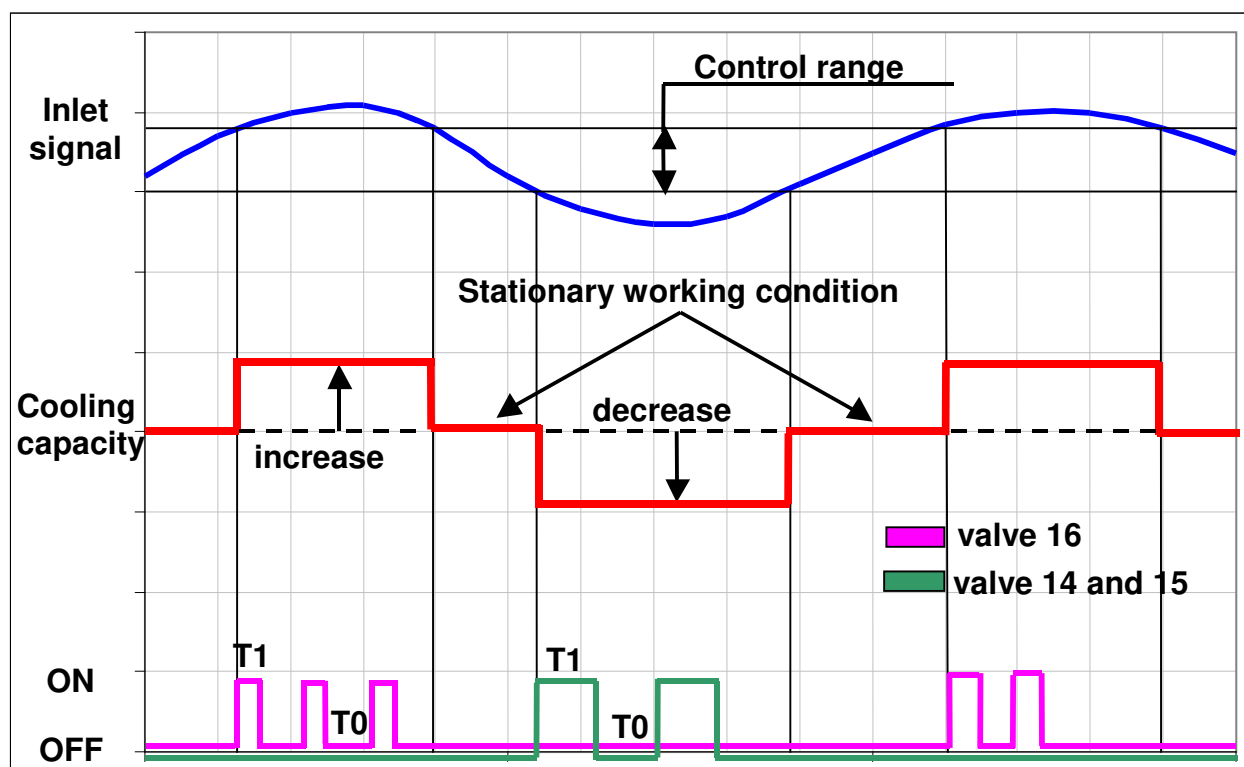

Рисунок 3-S: логика плавного регулирования производительностью;
Со ссылкой на рис. 3-S мощность поставленного компрессора контролируется с помощью контрольного устройства, что, связано с вариантами изменения нагрузки, необходимой пользователю, открывая электромагнитные клапаны (14), (15) и (16), описанных выше. В частности, эти клапаны могут быть активированы импульсными сигналами входного сигнала механизма управления, выбранный параметр должен быть чувствителен к изменению нагрузки необходимой потребителям. Например такими сигналами могут быть давление всасывания или температура воздуха или температура воды при охлаждении испарителем, все эти параметры могут быть использованы.